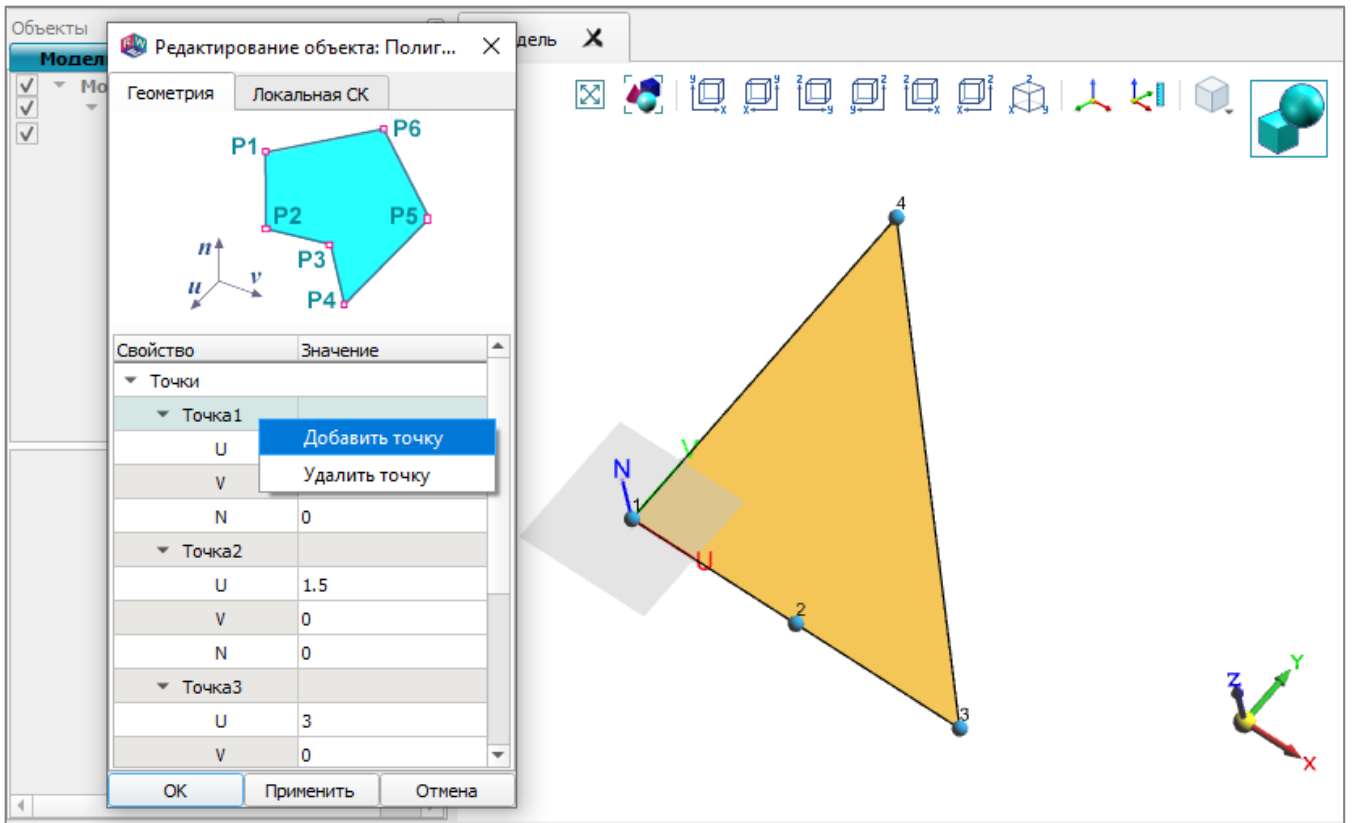

Рис. 23
3) с помощью команд контекстного меню в окне редактирования свойств полигона можно добавить или удалить точку вершины полигона. Выполнить команду контекстного меню в точке, после которой необходимо добавить новую точку (команда «Добавить точку») или которую необходимо удалить (команда «Удалить точку») (рис. 23);